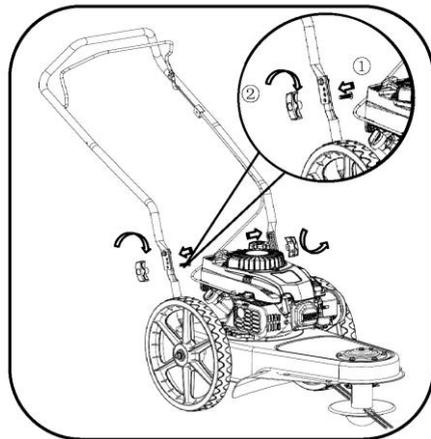

Рис. 3-2
2. С помощью гаек (①) и болтов (②), снятых в п. 1, прикрепите верхнюю рукоятку к нижней. См. рисунок 3-2.